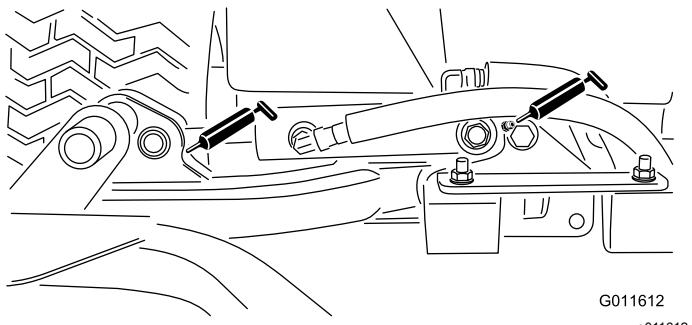

図 28
- 昇降アームのシリンダ各カッティングユニットの2ヶ所— 図 28
- 昇降アームのピボット各アームに1ヶ所— 図 28